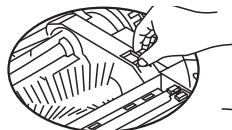

Figure 1
1. Надавите на крепеж вперед и поднимите его наверх(рис.1, рис.2).